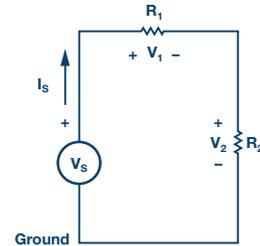

图2. 分压
分压和分流能够简化电路分析任务。分压使我们能够计算串联电阻串上的总电压在任一电阻上的压降。对于图2所示电路，分压公式为：
- ▶ a) 按照图 2 所示构建电路。设置 $R_1 = 4.7 \text{ k}\Omega$, $R_2 = 1.5 \text{ k}\Omega$, 并使用 5 V 固定电源作为电压源 V_S 。